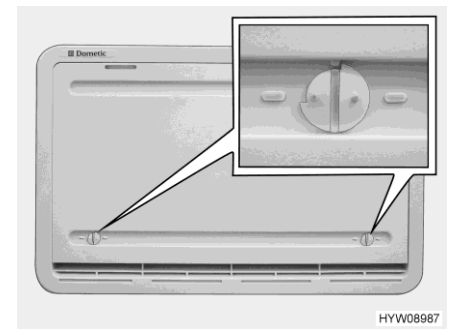

Bild 133 Winterabdeckung (Kühlschrank-Lüftungsgitter)
Die Winterabdeckungen (Bild 133) schützen das Kühlaggregat vor kalter Luft. Winterabdeckungen vor beide Kühlschrank-Lüftungsgitter setzen, wenn die Außentemperatur unter +10 °C sinkt (sowohl bei Gas- als auch bei Elektrobetrieb).
- Beide Verriegelungen (Bild 133) öffnen (Nut steht waagrecht).